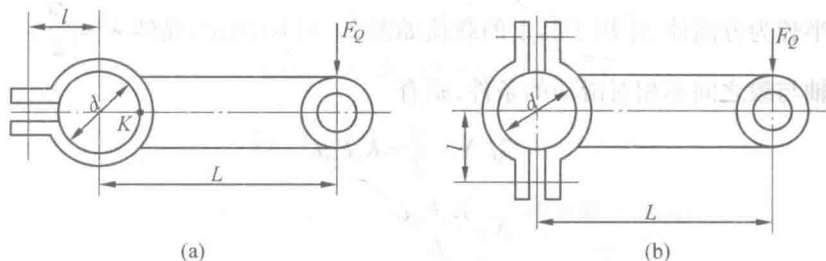

图 2.10 夹紧螺栓连接
【例 2.5】图 2.10 所示为 2 种夹紧螺栓连接, 图 2.10(a) 用一个螺栓连接, 图 2.10(b) 用 2 个螺栓连接。若 F_Q 、 L 、 d 、 f 、 K_s 皆相同, 试计算图 2.10(a) 和 2.10(b) 的螺栓预紧力各等于多少?
【分析】夹紧连接是借助于螺栓拧紧后, 毂与轴之间产生的摩擦力矩来平衡外载荷 F_Q 对轴中心产生的转矩, 是螺栓组连接受旋转力矩作用的一种变异。因为螺栓组连接后产生的摩擦力矩要由毂与轴之间的正压力 N 来计算的, 当然该正压力 N 的大小与螺栓的预紧力 F' 大小有关, 但若仍按照一般情况来计算, 则会出现错误。在确定预紧力 F' 与正压力 N 的关系时, 对于图 2.10(a), 可将毂上点 K 处视为铰链, 取一部分为分离体; 而对于图 2.10(b), 可取左半毂为分离体。
【解】1. 计算图 2.10(a) 的螺栓预紧力 F'
2. 计算图 2.10(b) 的螺栓预紧力 F'
【讨论】 由题给条件可知, $2l > d$, $2l+d > 2d$, 因此, 图 2.10(a) 螺栓的预紧力小于图 2.10(b) 螺栓的预紧力 F' 。